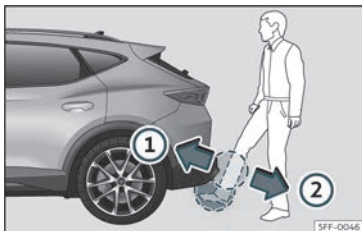

Fig. 80 Portón do maleteiro con apertura controlada por sensor (Easy Open).
- » **fig. 80 (1).**
» **fig. 80 (2).** O portón traseiro ábrese automaticamente.